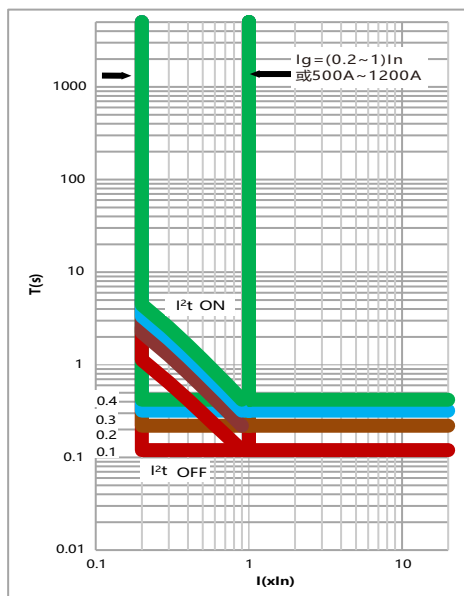

图2 接地保护特性曲线
4.2.5.1 接地保护具有定时限保护特性（M、A型）、定时限+反时限保护特性（P、H型），见图2